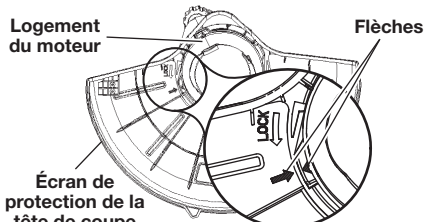

Fig. 3
- Alignez la flèche sur l'écran de protection de la tête de coupe avec la flèche sur le logement du moteur (Fig. 3).
- Tournez l'écran de protection de la tête de coupe dans le sens inverse des aiguilles d'une montre, dans la direction **VERROUILLER** (Fig. 3), jusqu'à ce qu'il s'enclenche en place. Assurez-vous que l'écran de protection de la tête de coupe est assemblé conformément aux instructions de la section *Familiarisez-vous avec votre appareil*.